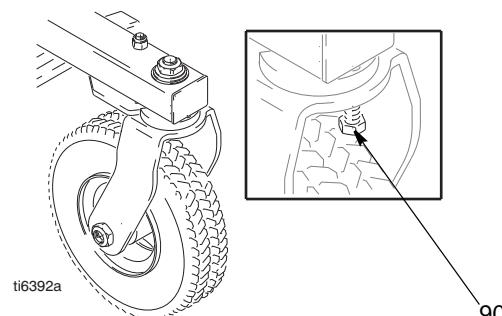

FIG. 1
- Sett skruene (34) i drivmekanismehuset. Trekk jevnt til med momentet som er vist i notat 3 i Fig. 1.
- Sett på frontdekslet (52) med de to skruene (32).